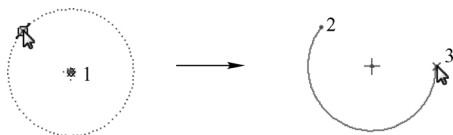

图 2-21 通过选择弧圆心与两个端点创建圆弧
2) 在绘图区域中选择一点作为圆弧中心，拖动光标，系统产生一个以虚线显示的动态圆，然后分别拾取两点定义圆弧的两个端点，从而绘制一个圆弧，如图 2-21 所示。